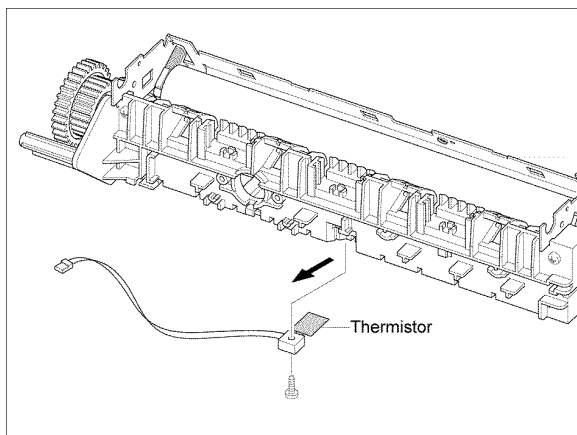

Рисунок 8
10. Выньте винт, а затем снимите термистор, рисунок 8.